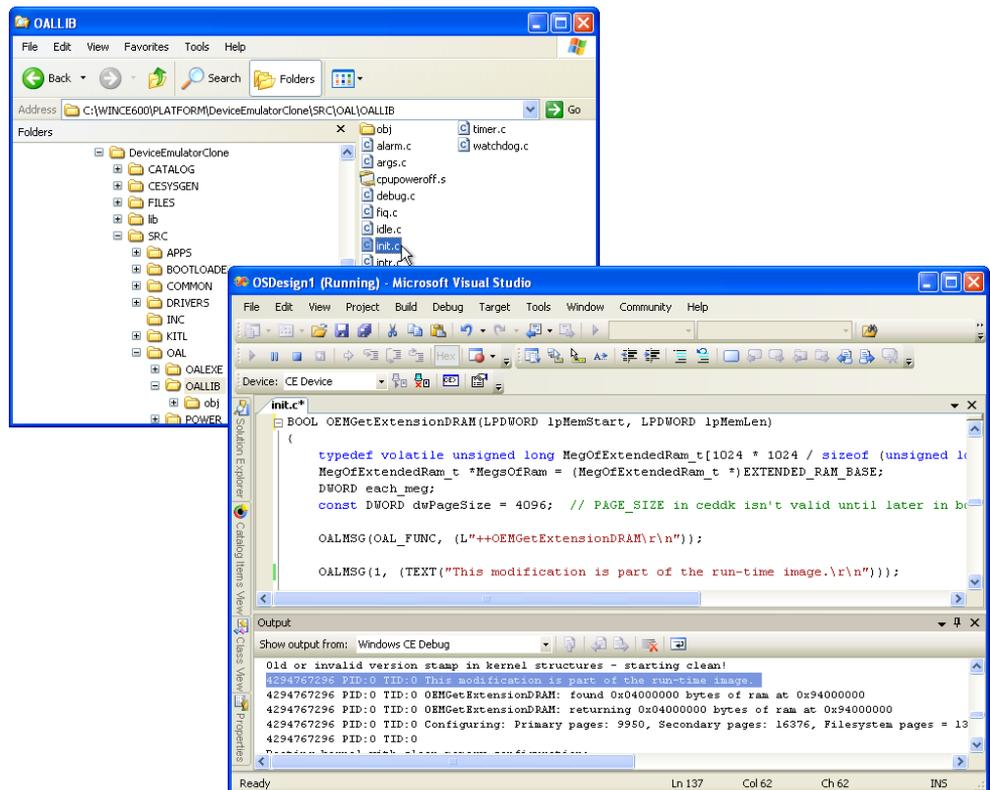

Abbildung 5.12 DeviceEmulatorClone BSP-Anpassung
2. Öffnen Sie in Visual Studio die Quellcodedatei `init.c` im Ordner `%_PLATFORMROOT%\DeviceEmulatorClone\Src\Oal\Oallib` (siehe Abbildung 5.12).